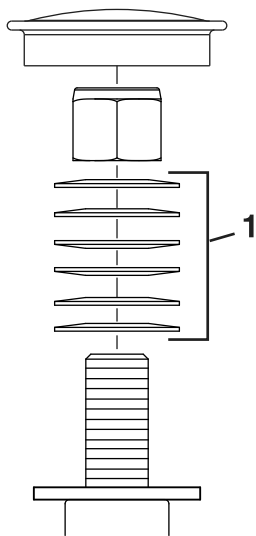

Рисунок 54
3. Снимите пылезащитную крышку с поворотного колеса и затяните контргайку (Рисунок 54).
4. Затягивайте контргайку до тех пор, пока пружинные шайбы не станут плоскими, и затем отверните на 1/4 оборота, чтобы правильно установить предварительную нагрузку на подшипниках (Рисунок 54).
5. Установите пылезащитную крышку (Рисунок 54).
**Внимание:** Убедитесь, что пружинные шайбы установлены правильно, как показано на Рисунок 54.